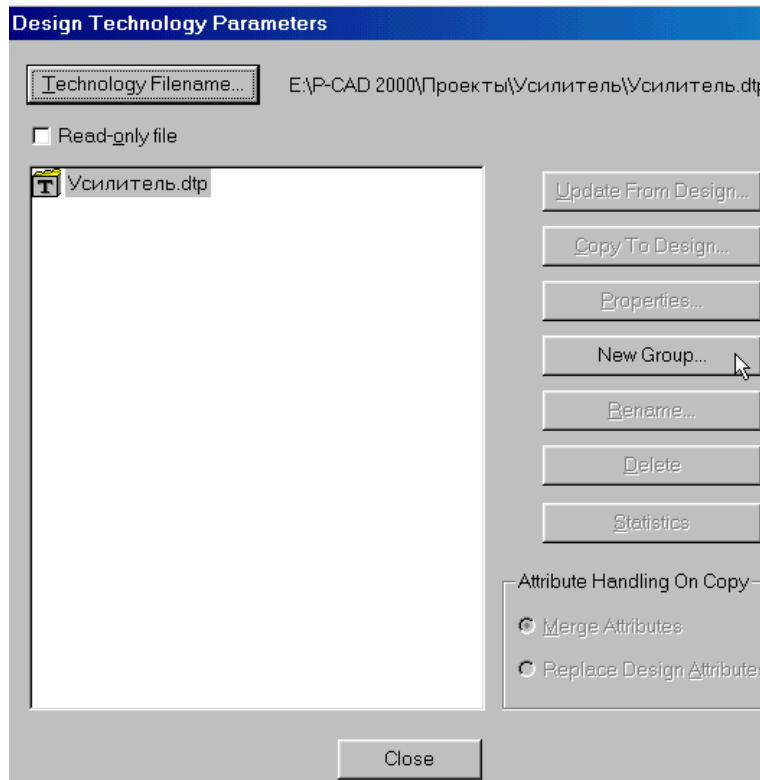

Рис. 6-38. Конструкторские параметры проекта
2) На панели Design Technology Parameters (см. рис. 6-38) нажмите на кнопку Technology Filename (имя файла параметров).
5) На панели **Design Technology Parameters** (см. рис. 6-38) снимите флажок **Read-only file** (файл только для чтения)